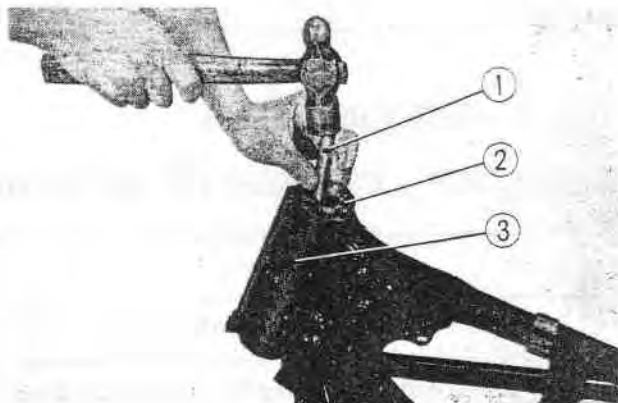

Fig. 15-4 ① Jet en bois ③ Tube de direction
10. Enlever les chemins de roulement supérieur et inférieur du tube de direction. Utiliser des morceaux de bois afin d'éviter des détériorations (Fig. 15-4)